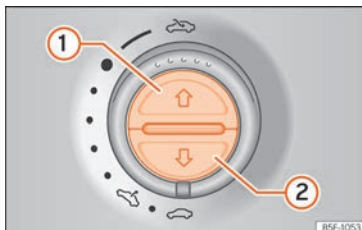

Fig. 143 Nel rivestimento interno del tetto: tasti per la tendina parasole.
Apertura completa (automaticamente):	Premere brevemente il tasto »»» fig. 143 ① .
Fermare il funzionamento automatico:	Premere brevemente il tasto »»» fig. 143 ① o »»» fig. 143 ② .
Regolare la posizione intermedia:	Mantenere premuto il tasto »»» fig. 143 ① o »»» fig. 143 ② fino a raggiungere la posizione desiderata.
Chiusura completa (automaticamente):	Premere brevemente il tasto »»» fig. 143 ② .
- **Tendina parasole:** entro 5 secondi dall'attivazione del limitatore di forza premere il tasto »»» **fig. 143 ②** fino a completa chiusura della tendina parasole.